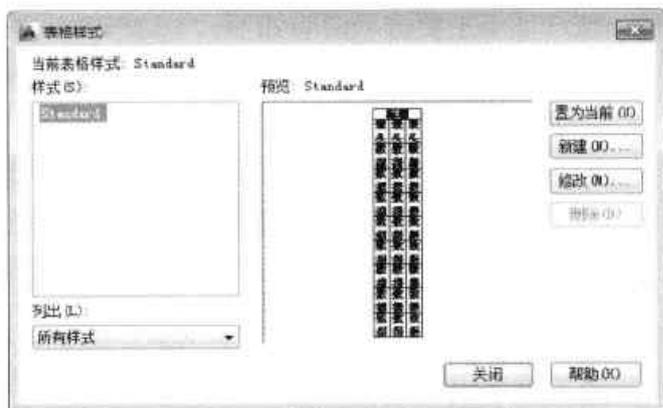

图8-40 “表格样式”对话框
Step 02 单击“启动表格样式对话框”按钮, 打开“表格样式”对话框，如图 8-40 所示。